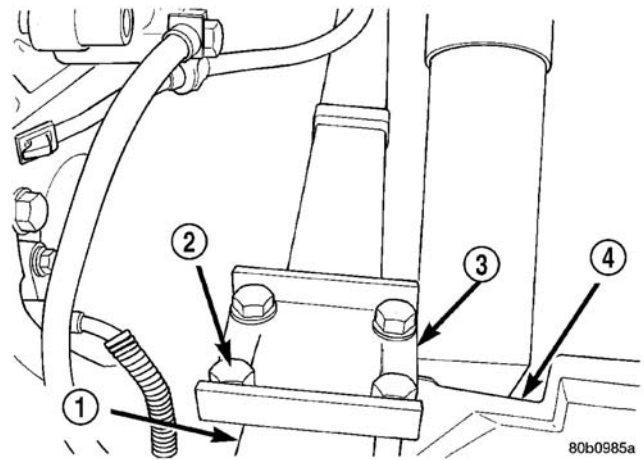

图 28 桥板螺栓
（5）从后桥上松开并卸下桥板螺栓（图 28）。
(3) 安装板簧的后部到后吊耳的外半夹板。安装后吊耳的内半夹板。将销螺母和螺栓安装到后吊耳上，**但此时不得紧固。**
(4) 将车桥总成抬高至正确位置，车桥中置于板簧定位柱下。
(5) 安装桥板螺栓（图 28）。紧固螺栓至 $95 \text{ N} \cdot \text{m}$ (70 ft.lbs.) 的扭矩。
(6) 安装减振器螺栓。**此时不得紧固。**
(7) 降下车辆并移去举升臂和车下的木块。